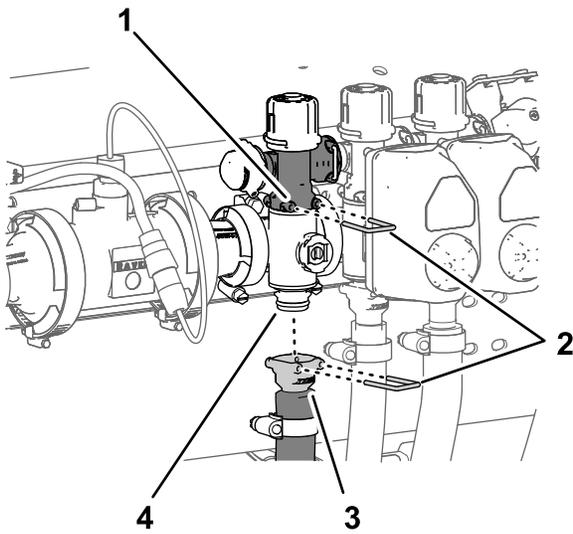

Figura 106
1. Retire la grapa que sujeta el acoplamiento rápido de la válvula de desvío de sección al distribuidor de sección (Figura 106).
2. Retire la grapa que sujeta el acoplamiento rápido de la manguera de alimentación al distribuidor del acoplamiento rápido del distribuidor de sección (Figura 106).